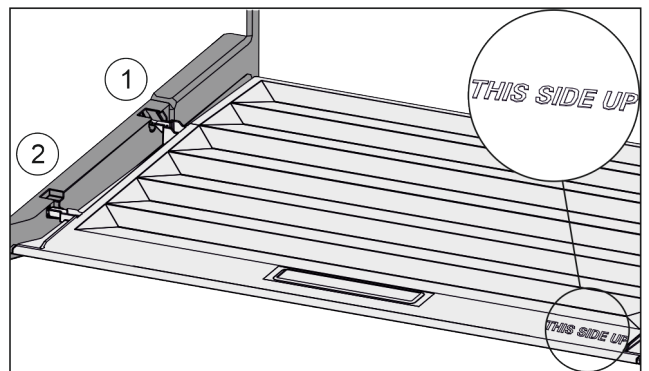

Fig. 133
- ▶ Deckelstege über Öffnung der hinteren Halterung Fig. 133 (1) einführen und vorne in Halterung Fig. 133 (2) einrasten.